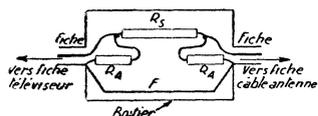

FIG. 5
Un atténuateur se présente comme un petit tube ou boîtier allongé, comportant à chaque extrémité des fiches coaxiales identiques à celles de la liaison entre câble et poste (1) (voir figure 5).
(1) Les fiches coaxiales n'étant malheureusement pas normalisées, vérifier le type de fiche avant de se procurer l'atténuateur nécessaire.
Les résistances doivent être montées comme le montre la figure 5 : R_s entre les contacts centraux des fiches et les deux R_a entre les extrémités de R_s et le contact annulaire de chaque fiche.